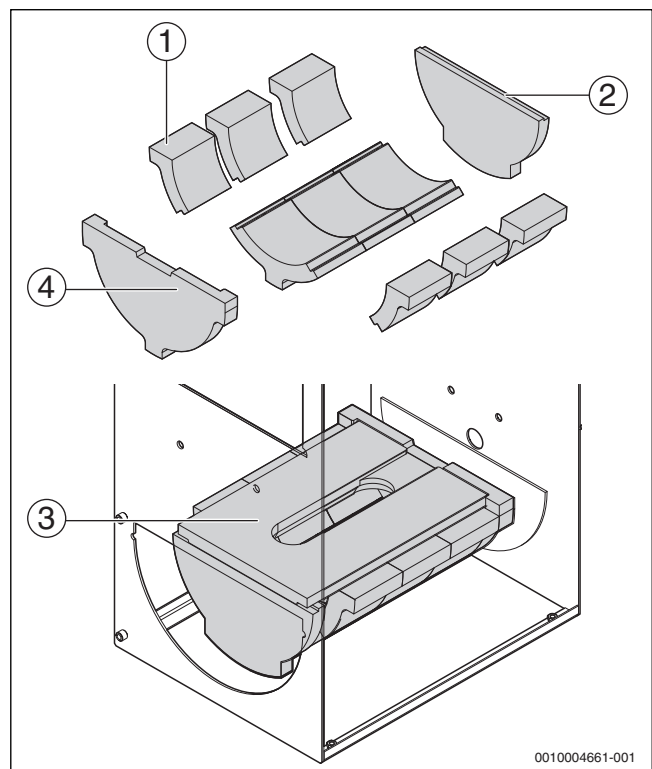
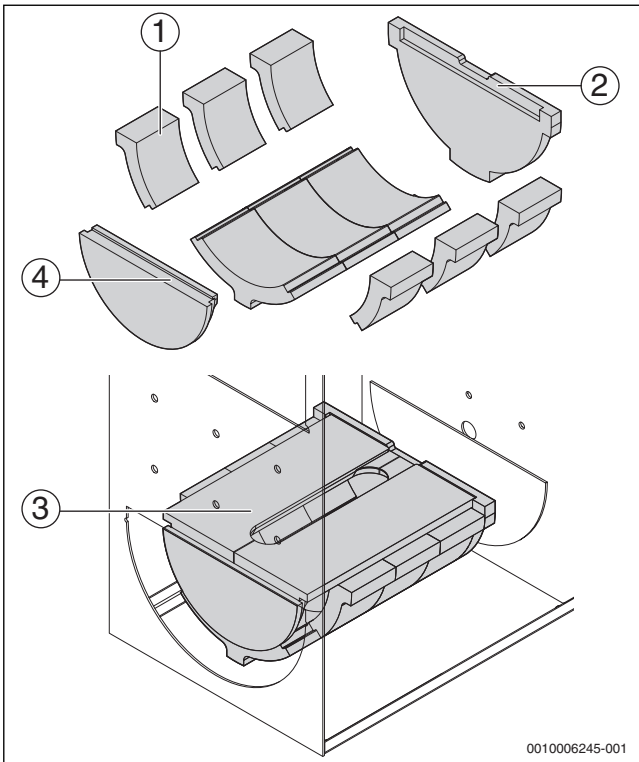
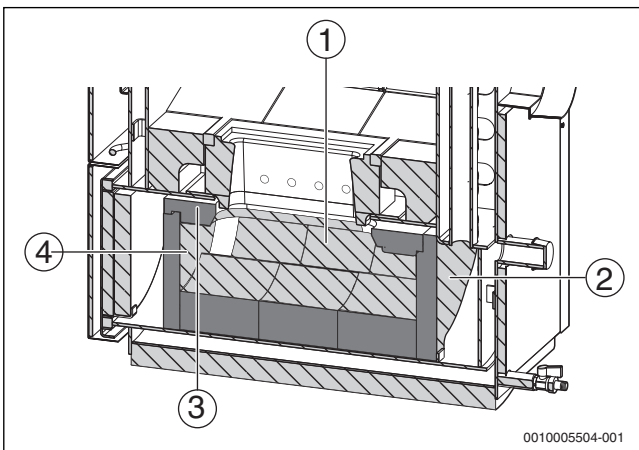
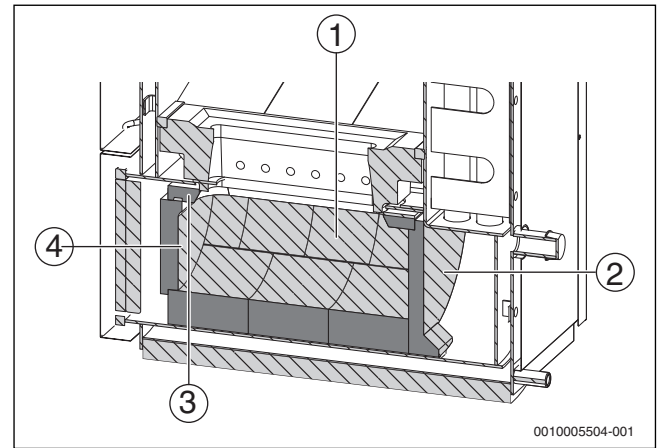

Fig. 37 Poziția plăcilor de șamotă în camera de ardere, 22 și 30 kW
Fig. 38 Poziția plăcilor de șamotă în camera de ardere, 40 și 50 kW
Fig. 39 Plăci de șamotă montate, 22 și 30 kW
Fig. 40 Plăci de șamotă montate, 40 și 50 kW
- ▶ Reașezați plăcile de șamotă la locul lor (→ Fig. 38, pagina 34).
**Legenda la Fig. 37, Fig. 38, Fig. 39 și Fig. 40:**